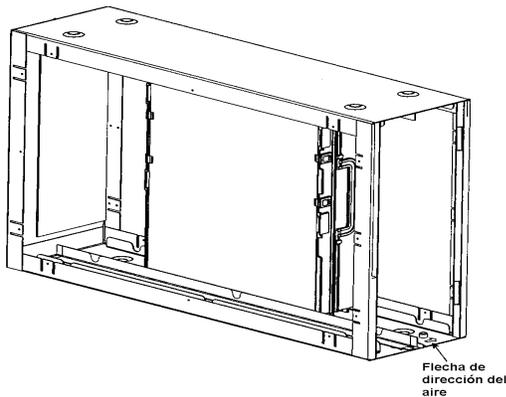

Figura 7. Dirección del Flujo de Aire
4. Instale el purificador de aire de tal manera que la flecha del flujo de aire en el gabinete siempre apunte hacia el calefactor/manejadora de aire. Véase **Figura 7**.